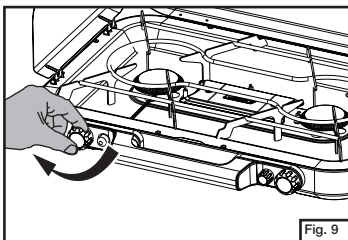

Fig. 9
- Réglez fermement les commandes à l'arrêt. (Fig. 9)